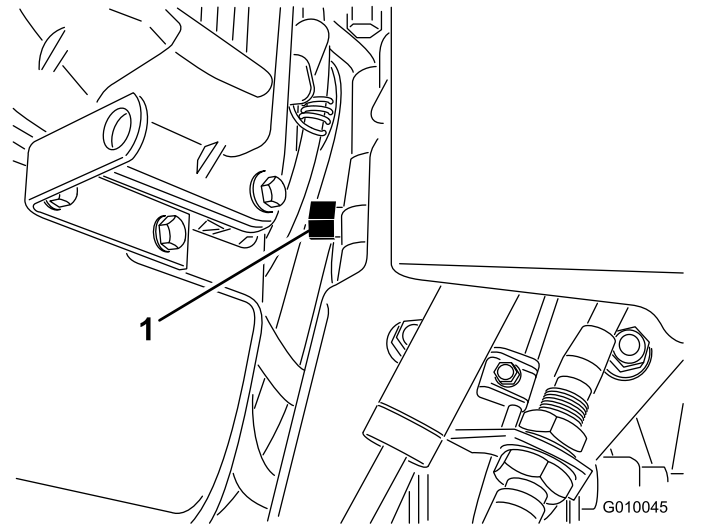

Bild 31
2. Finden Sie das Sicherheitsventil zwischen der Motor und der hydrostatischen Pumpe (Bild 31).
3. Drehen Sie das Sicherheitsventil mit einem Schlüssel (5/8") eine Umdrehung nach links. So kann das Hydrauliköl an der Pumpe vorbei fließen, und die Räder können sich ungehindert drehen (Bild 31).
5. Drehen Sie das Sicherheitsventil um eine Umdrehung nach rechts (Bild 31), wenn Sie die Maschine erneut verwenden möchten.